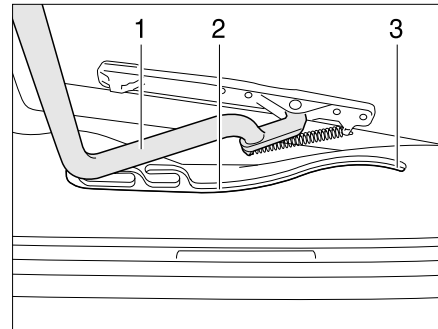

Fig. 44 Lanterneau Heki, glissière
- Tirer l'étrier (Fig. 44,1) dans les glissières (Fig. 44,2) jusqu'à la position la plus reculée (Fig. 44,3).
- Pousser l'étrier (Fig. 44,1) légèrement vers le haut avec les deux mains.
- Tirer l'étrier dans les glissières (Fig. 44,2) jusqu'à la position souhaitée.